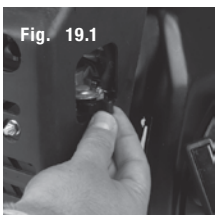

Fig. 19.1
2. Coloque la llave de combustible en la posición de apagado (Fig. 19.1)